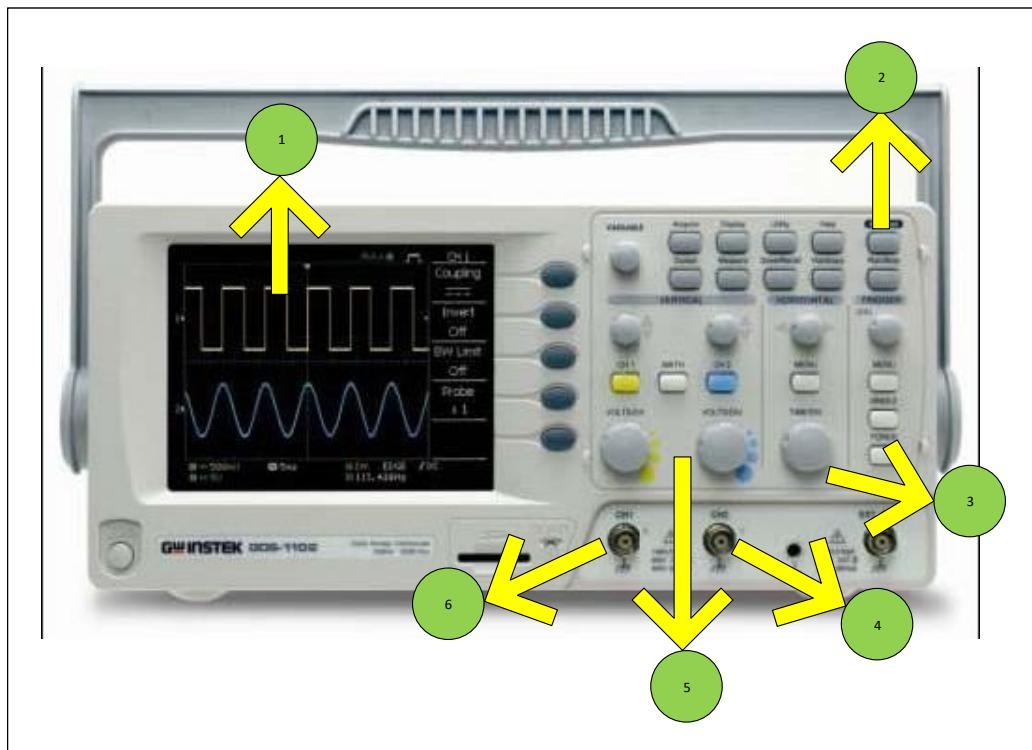

Figura 17. Osciloscopio digital.
2. Identifique cada una de las partes del osciloscopio mostrado en la Figura 17.